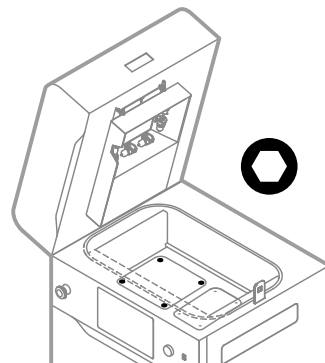

Abb. 12.41 Ziehe die vier Schrauben an, mit denen die Abdeckung des Feed Beds befestigt ist.
24. Ziehe die vier Schrauben, mit denen die Abdeckung des Feed Beds befestigt ist, mit einem 2,5- mm-Inbusschlüssel fest (Abb. 12.41).